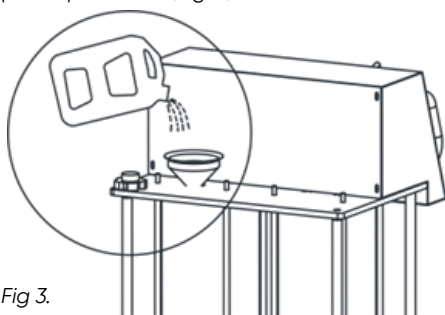

Fig 3.
2. Consulte o manual do veículo para obter as especificações e a quantidade de anticongelante. Abra a tampa do novo depósito na parte de trás da unidade, adicione anticongelante na quantidade adequada (Máx. 12L) através de um funil e aperte a tampa do depósito para selar (Fig. 3).